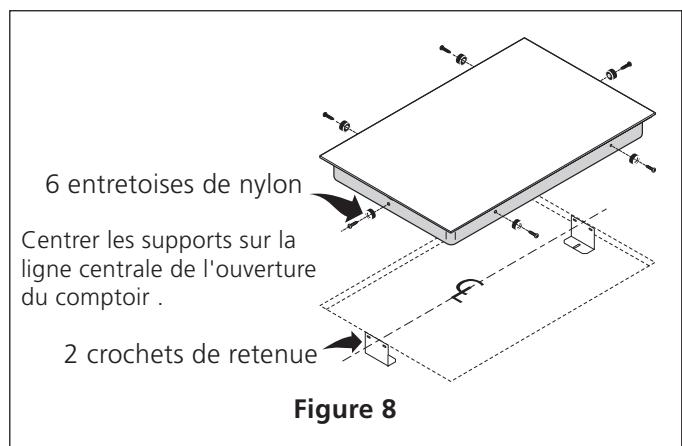

Figure 8
**AVERTISSEMENT** N'enlevez pas les entretoises en nylon sur les rebords de l'appareil. Ces entretoises centrent l'appareil dans l'espace fourni à cet effet. L'appareil doit être centré pour empêcher l'accumulation d'excès de chaleur pouvant entraîner des dommages par la chaleur ou le feu (voir Figure 8).